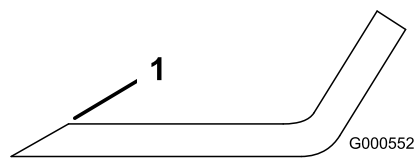
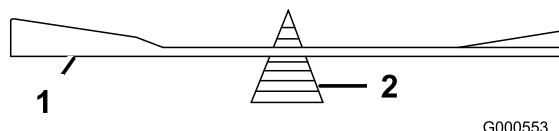

Figure 39
Figure 40
1. Au moyen d'une lime, aiguisiez les tranchants aux deux extrémités de la lame (Figure 39) en veillant à conserver l'angle de coupe d'origine. Limez la même quantité de métal sur chacun des deux tranchants pour ne pas déséquilibrer la lame.
2. Vérifiez l'équilibre de la lame en la plaçant sur un équilibreur (Figure 40). Si la lame reste horizontale, elle est équilibrée et peut être utilisée. Si la lame est déséquilibrée, limez un peu l'extrémité de la partie incurvée seulement (Figure 39). Répétez la procédure jusqu'à ce que la lame soit équilibrée.